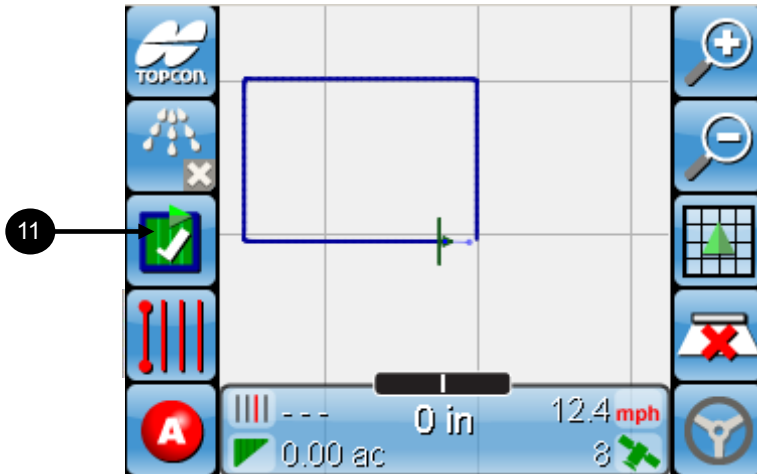

Figura 7-8. El icono de límite cambiará al icono de tic
10. Observe la línea en la pantalla y conduzca el vehículo por el límite del campo hasta que las líneas estén casi cerradas. Cuando esté cerca del punto de partida del límite, el icono de límite cambiará a  (figura 7-8).